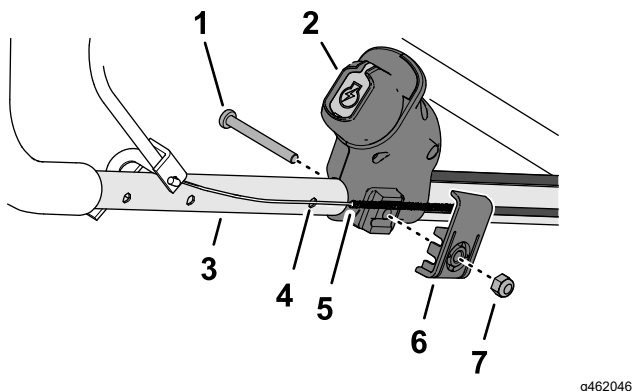

Figura 12
- Montați comutatorul de pornire electrică pe bara de ghidare, în modul indicat (Figura 12)